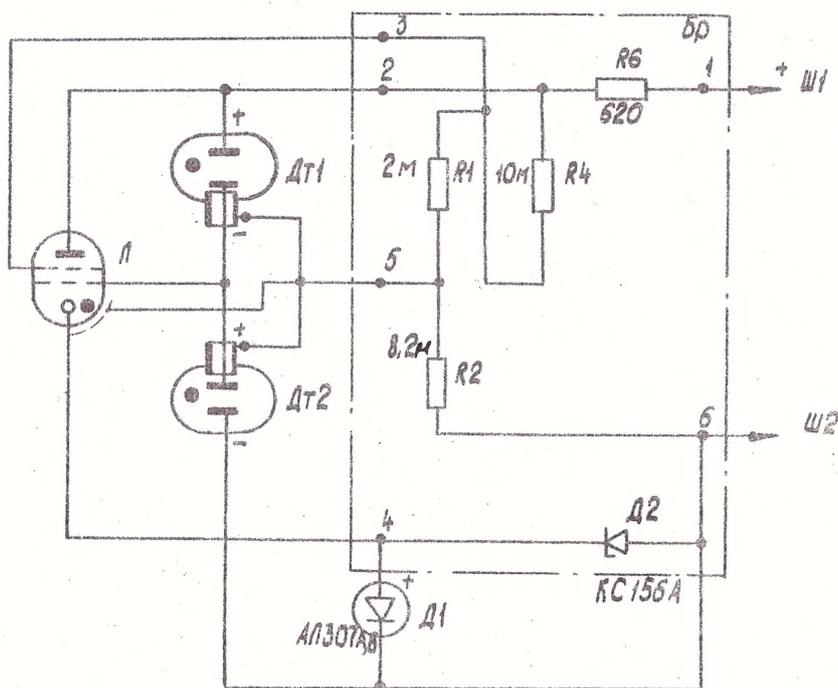

Рис. 2. Схема электрическая принципиальная
5.2. Схема электрическая принципиальная извещателя представлена на рис. 2 приложения 2.